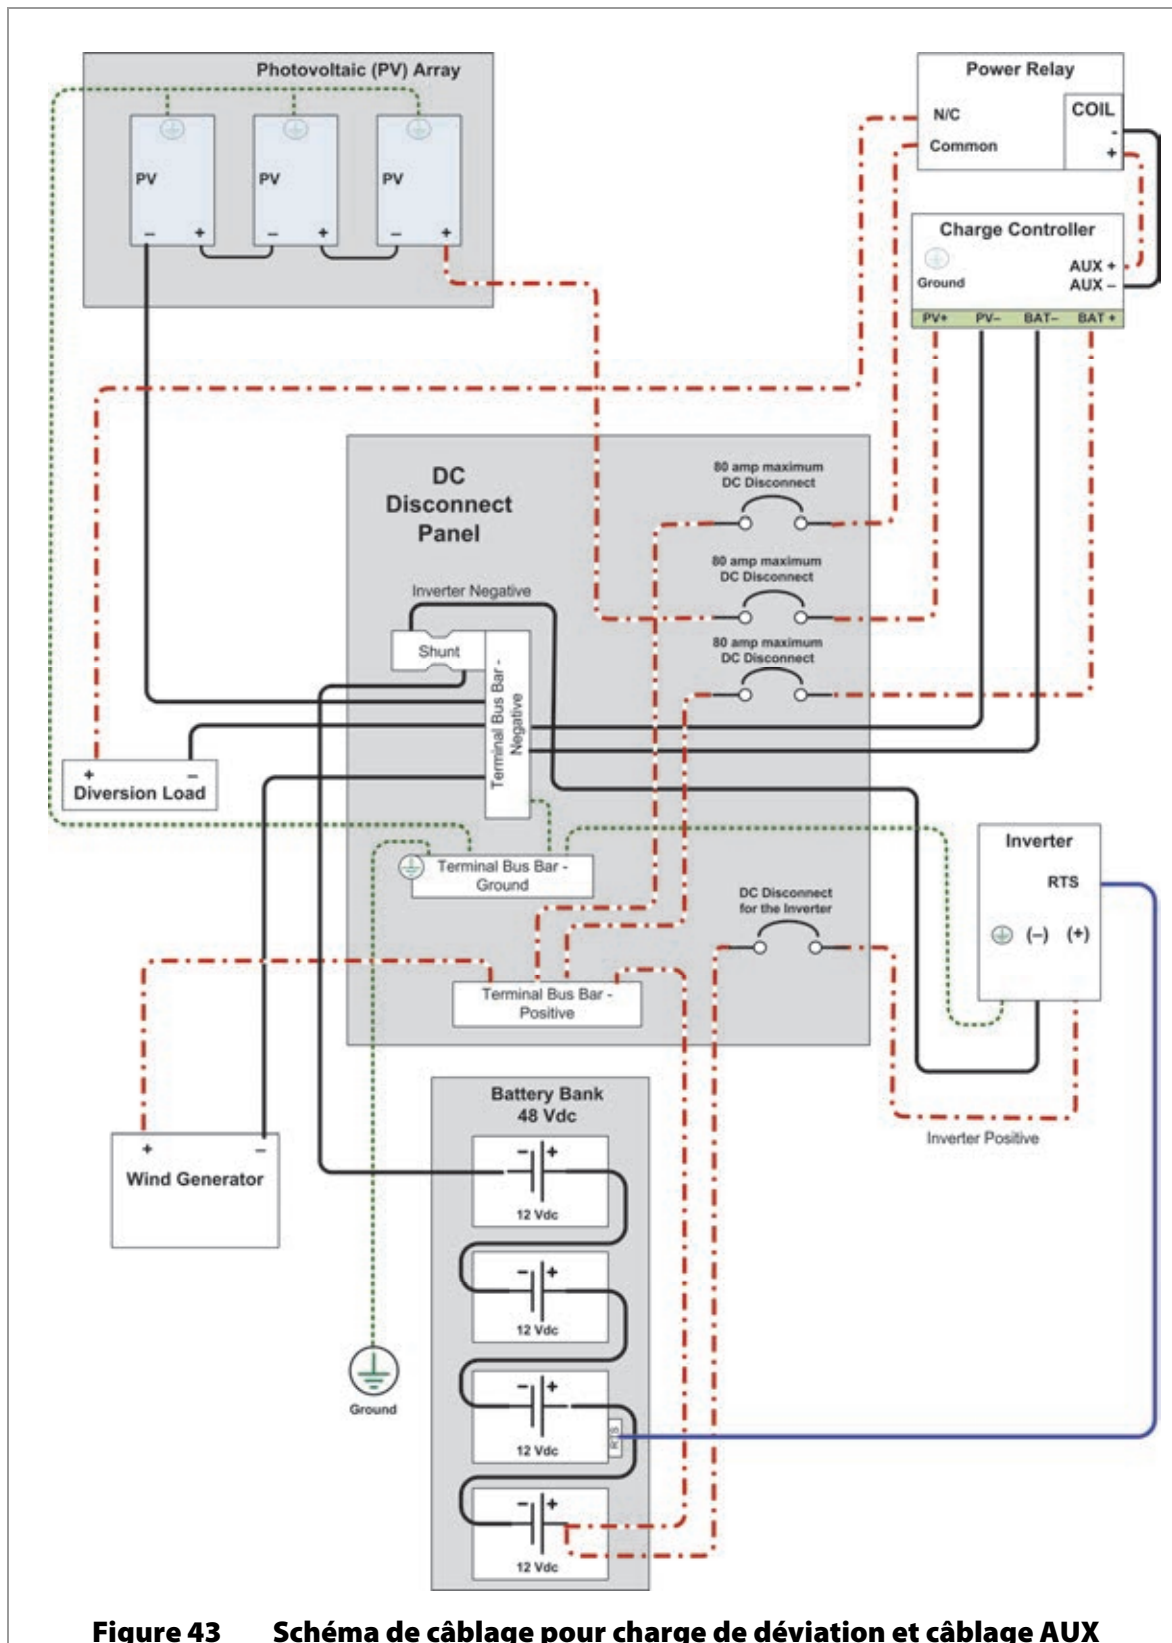

Figure 43 Schéma de câblage pour charge de déviation et câblage AUX
- Voir la Figure 43 à la page 47 pour un exemple de schéma de câblage.